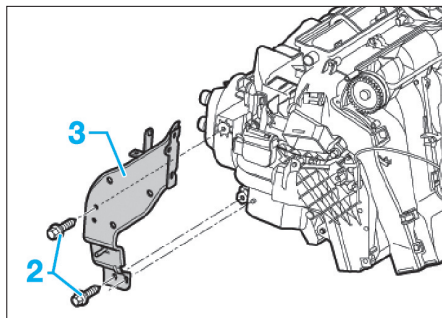

Fig. 14
- Déposer les vis (2) et dégager le support (3) (Fig.14).